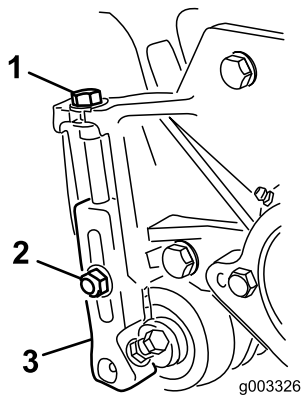

Figura 16
- 1. Afloje las contratuercas que fijan los soportes de altura de corte a las chapas laterales de la unidad de corte (Figura 16).